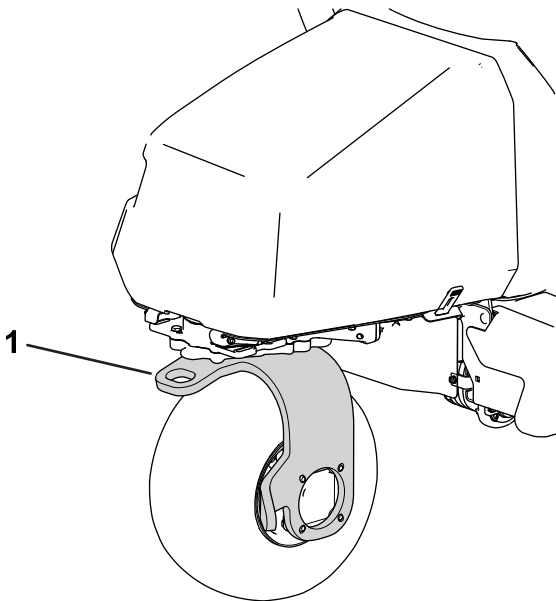

Figura 33
- Utilice la horquilla de la rueda giratoria trasera para remolcar la máquina (Figura 33).